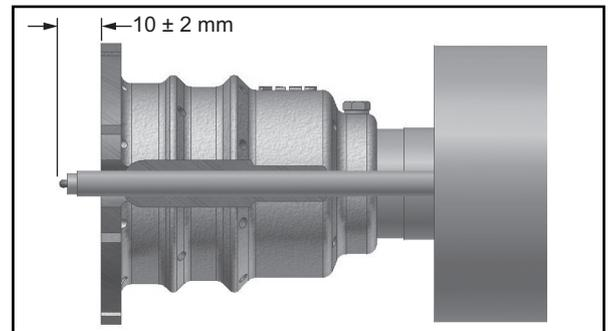
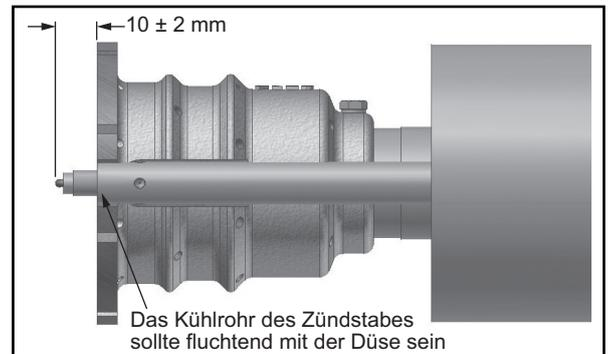

Abbildung 3.7
Abbildung 3.8
- Schieben Sie den Zünder durch die hintere Abdeckung und durch die Öffnung in der Düse. Beachten Sie Abbildung 3.7 bei Brennern ohne Zündstabskühlung und Abbildung 3.8 für Modelle mit Kühlung.